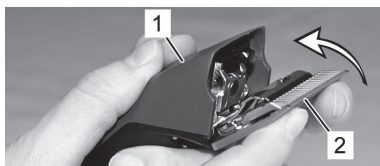

Fig. 15
6. Mettez la tête de coupe désirée sur la charnière de peigne et rabattez-la par pression légère vers la tondeuse en marche (Fig. 15, 16, 17).